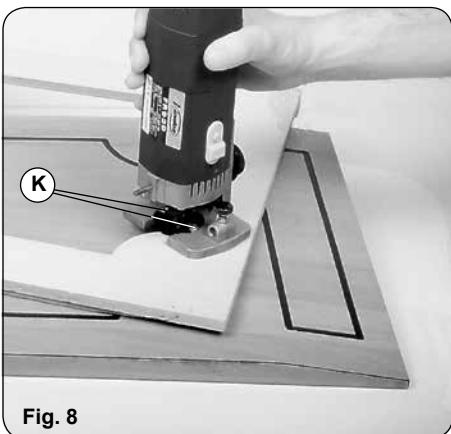

Fig. 8
9.3 APLICACIÓN DE TRABAJOS DE COPIA SOBRE CUALQUIER PLANTILLA (Fig. 8)